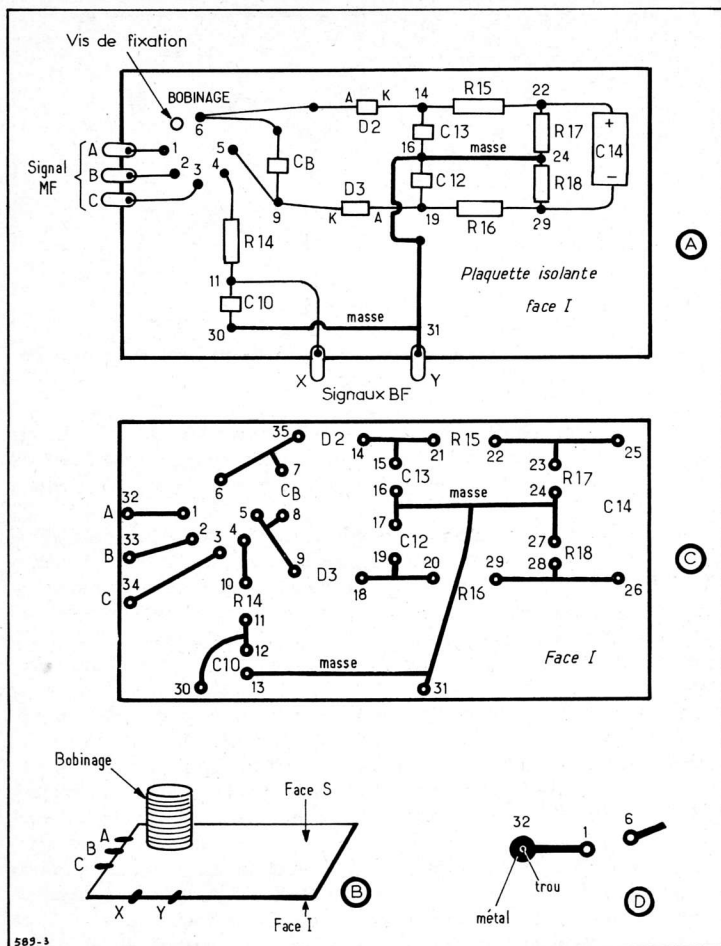

Fig. 3
Reportons-nous à la figure 3 (A) qui représente une plaquette isolante dont les deux faces sont S et I. La bobine est disposée sur la face S et les cosses 1 à 6 traversent la plaquette pour apparaître sur l'autre face, la face I. Sur la figure 3 (B) on montre la bobine et la face S.